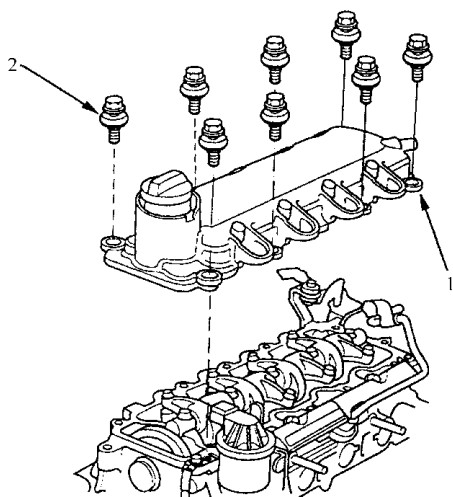

图 2-137 安装缸盖罩
5) 如图 2-137 所示, 缸盖罩装在缸盖上后, 前后轻轻滑动缸盖罩, 以使缸盖罩垫圈安装到位。检查缸盖垫圈。如果垫圈受损或老化, 请进行更换。